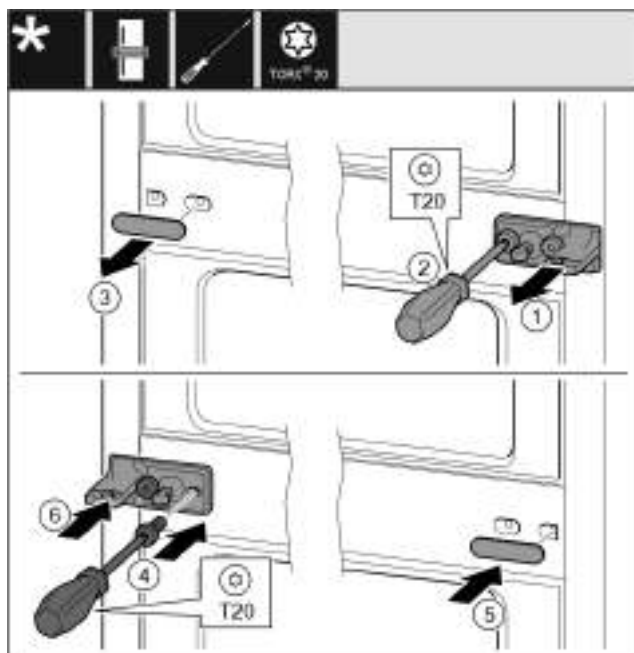

Fig. 13
- Снимите шайбу Fig. 13 (1).
- Выкрутите винты Fig. 13 (2) отверткой.
- Осторожно снимите крышку Fig. 13 (3).
- Плотно прикрутите опорный кронштейн с подкладкой Fig. 13 (4) с другой стороны, повернув его на 180°.
- Установите крышку Fig. 13 (5) с другой стороны, повернув ее на 180°.
- Спереди установите шайбу Fig. 13 (6).